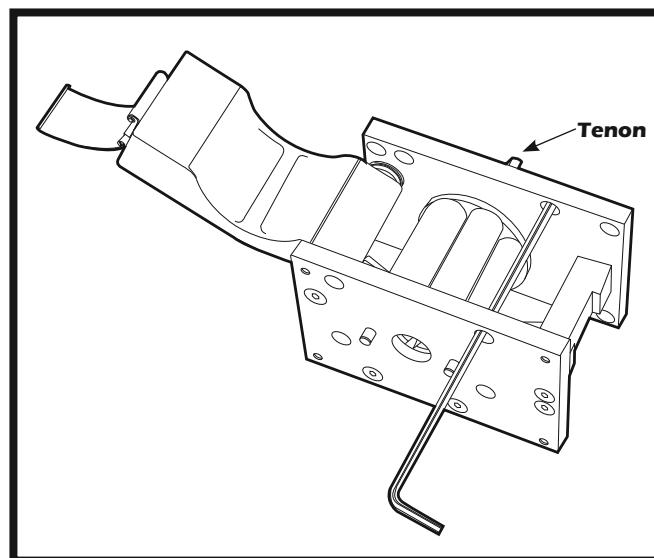

Figure 2. Montage de la pompe
1. Connectez la tête de pompe à l'entraînement en alignant le tenon sur la tête de pompe (Figure 2) avec la fente sur l'arbre de transmission du moteur et les goupilles de positionnement sur l'entraînement avec les trous de la tête de pompe.